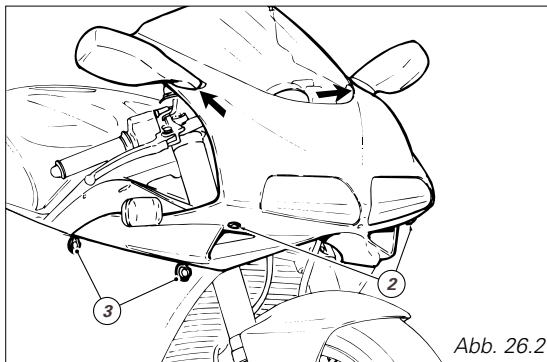

Abb. 26.2
Die beiden Schrauben (2, Abb. 26.2) für die Befestigung des Scheinwerfers lösen, dann die vier Steckverschlüsse (3) am Zusammenschluss der Verkleidungshälften aushaken.